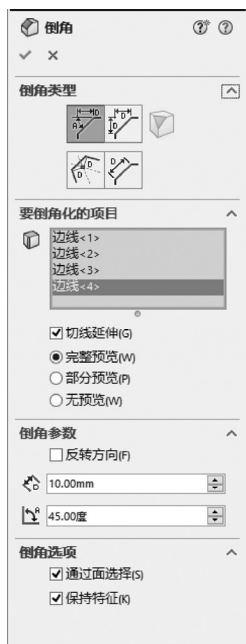

图 9-96 设置倒角特征
**07** 倒角特征。选择菜单栏中的“插入”→“特征”→“倒角”命令，或单击“特征”控制面板中的“倒角”按钮, 弹出“倒角”属性管理器；如图 9-96 所示，选择“角度距离”单选按钮，输入倒角距离为 10.00mm，设置倒角角度为 45.00 度，选择生成倒角特征的轴承安装孔外边线，如图 9-96 所示。单击“确定”按钮, 完成下箱体倒角特征的创建，如图 9-97 所示。